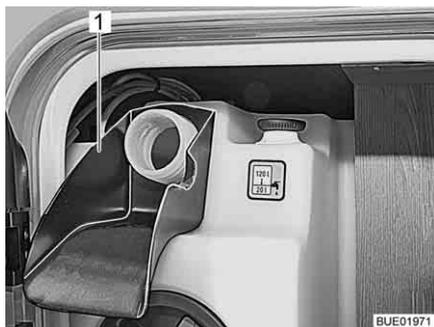

Fig. 230 Ausilio per il riempimento
- Infilare l'ausilio per il riempimento (Fig. 230,1) sul bocchettone di riempimento dell'acqua potabile.